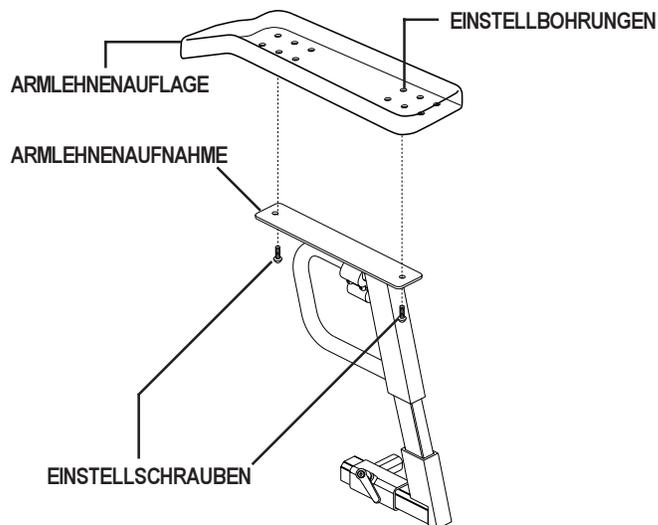

Abbildung 12. Einstellung der Position der Armlehnauflage
1. Entfernen Sie alle Einstellschrauben von der vorderen und hinteren Unterseite der Armlehnauflage. Siehe Abbildung 12.